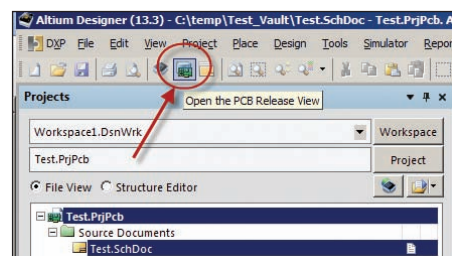
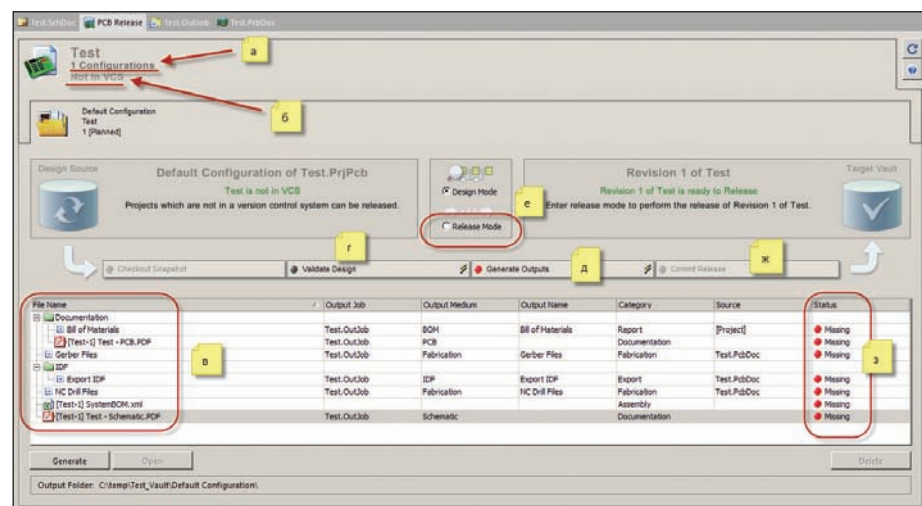
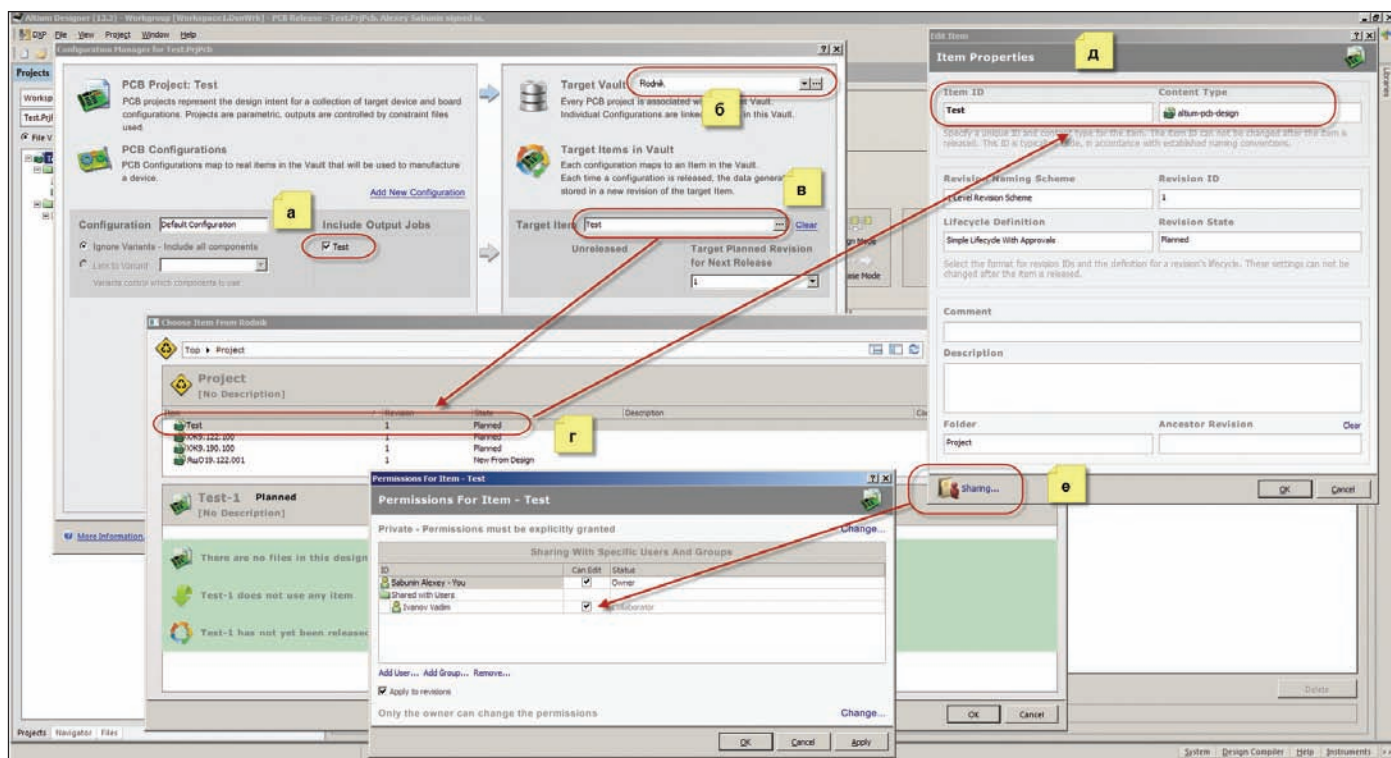

Рис. 2. Вызов окна для просмотра маршрута выпуска проекта
Рис. 3. Этапы процесса выпуска проекта
Рис. 4. Настройки конфигурации и регистрация проекта
Рис. 4. ПОДГОТОВКА ПРОЕКТНОЙ ДОКУМЕНТАЦИИ: чертеж по-прежнему остается основным языком техники — как в конструкторских бюро, так и в цехах. В Solid Edge предусмотрены инструменты для создания 2D-чертежей — как «с нуля», так и на основе 3D-моделей
Рис. 2. CAM Express — это полнофункциональный набор инструментов технологической подготовки производства, выполняющий генерацию и оптимизацию траекторий движения инструмента, а также их контроль и имитационное моделирование процессов обработки
хранения и некоторые дополнительные правила. Для этого следует открыть окно, в котором показан маршрут выпуска проекта (PCB Release View). Чтобы его открыть, используется пиктограмма, показанная на рис. 2. Здесь следует подробно разобраться с каждой стадией маршрута выпуска проекта, которые показаны на рис. 3. Первым действием необходимо создать так называемую конфигурацию, в которой будет сказано, какой комплект документации и выходных файлов необходимо получить из проекта, а также какой уровень проверки будет определен для данного проекта. Создание конфигураций актуально для тех случаев, когда выполняются разные итерации проекта (например, опытный образец или серийное производство). Чтобы создать конфигурацию, необходимо щелкнуть левой клавишей мыши на названии проекта или на названии конфигу-
рации под ним (рис. 3а). В нашем случае Test — это название проекта, 1 Configuration — название конфигурации. В открывшемся окне Configuration Manager for XXX.PrjPcb следует задать название конфигурации и указать, какой файл OutJob использовать для данной конфигурации (рис. 4а). В описываемом примере используется всего один файл с названием Test.OutJob, он и выбран. Именно в этом файле хранится вся информация о том, какие документы будут сформированы из проекта и какие проверки будут обязательно выполнены — то
есть посредством данного файла выполняется управление выпуском проекта. Об этом файле будет рассказано ниже. Независимо от настроек конфигурации в этом же окне выполняется регистрация проекта в хранилище, для чего указывается нужное хранилище (рис. 4б) и создается новый объект (Item) хранилища (рис. 4в). При создании нового объекта желательно выбрать подходящую для этого директорию, так как все директории в хранилище имеют свое назначение. Конечно, можно создавать и общие папки (не присваивая им никаких стату-
сов), но гораздо удобнее указывать для каждой папки, какие объекты в ней будут храниться. В описываемом примере была выбрана директория *Project* (рис. 4г) и в нее добавлен объект *ItemID=Test* со свойством *Content Type = Altium-pcb-design*, то есть проект печатной платы (рис. 4д). Здесь же можно задавать ограничения и указывать пользователей для совместной работы (рис. 4е). После того как заданы все данные, необходимо последовательно закрыть все диалоговые окна, показанные на рис. 4, и продолжить работу с маршрутом (рис. 3). Над более-менее сложными проектами часто работают несколько пользователей — как в разных прикладных областях (например, конструктор делает плату, разработчик — схему), так и по нескольким исполнителей в одном направлении (то есть топологию одной платы разрабатывают несколько инженеров-конструкторов). В таких случаях необходима возможность многопользовательской работы над одним проектом, и наиболее удобным инструментом для реализации такой возможности является система контроля версий [3]. Программа Altium Designer имеет встроенный интерфейс с системами контроля версий и позволяет отслеживать версию документов при многопользовательской работе [4]. Однако пользователи не всегда, внося изменения в свою часть разра-
ботки, вносят эти изменения в общий проект на сервере, что порождает целый ряд дополнительных проблем. В AVS такие проблемы решаются следующим образом: при использовании системы контроля версий необходимо иметь актуальную версию проекта при выпуске его в хранилище AVS. В окне *PCB Release* проверяется актуальность версий всех файлов, входящих в проект (рис. 3б). В рассматриваемом примере указан статус *Not in VCS* — то есть проект не проверяется системой контроля версий. Если проект готов и для него создана хотя бы одна конфигурация с указанием настроек регистрации проекта в хранилище, а также проект зарегистрирован в системе контроля версий (последнее не обязательно), можно запускать процесс передачи проекта в хранилище или, говоря языком Altium, выпускать проект. Для этого его нужно перевести из состояния *Design Mode (Режим разработки)* в состояние *Release Mode (Режим выпуска)*, как показано на рис. 3е. После этого можно запускать индивидуально каждый из этапов, которые помечены на рис. 3 буквами г, д, ж, или сразу запустить процедуру *Commit Release* (рис. 3ж). В результате запуска процесса *Commit Release* будут выполнены следующие процедуры:
2. *Проверка проекта (Validate Design)*. На второй стадии происходит проверка всех правил, которые ранее были предварительно настроены в файле *OutJob* и указаны в настройках конфигурации (рис. 4а). К таким правилам относятся проверка схемы (Electrical Rule Check — ERC), проверка платы (Design Rule Check — DRC), проверка синхронизации между платой и схемой, а также проверка посадочных мест. Если хотя бы одна из проверок завершается неудачей, дальнейший процесс невозможен.